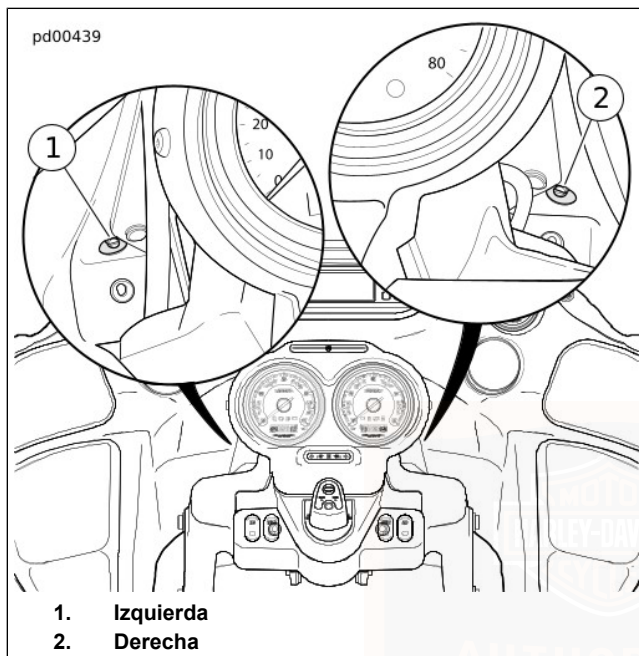

Figura 68. Ajustadores del faro delantero: Modelos con faro delantero doble
1. Vea Figura 68. Localice los ajustadores hexagonales (métricos) cerca del borde inferior del fuselaje interior. Vea la rotación de los ajustadores en Tabla 40.